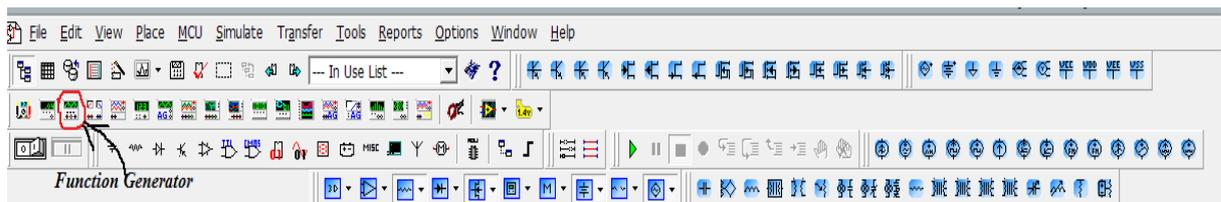
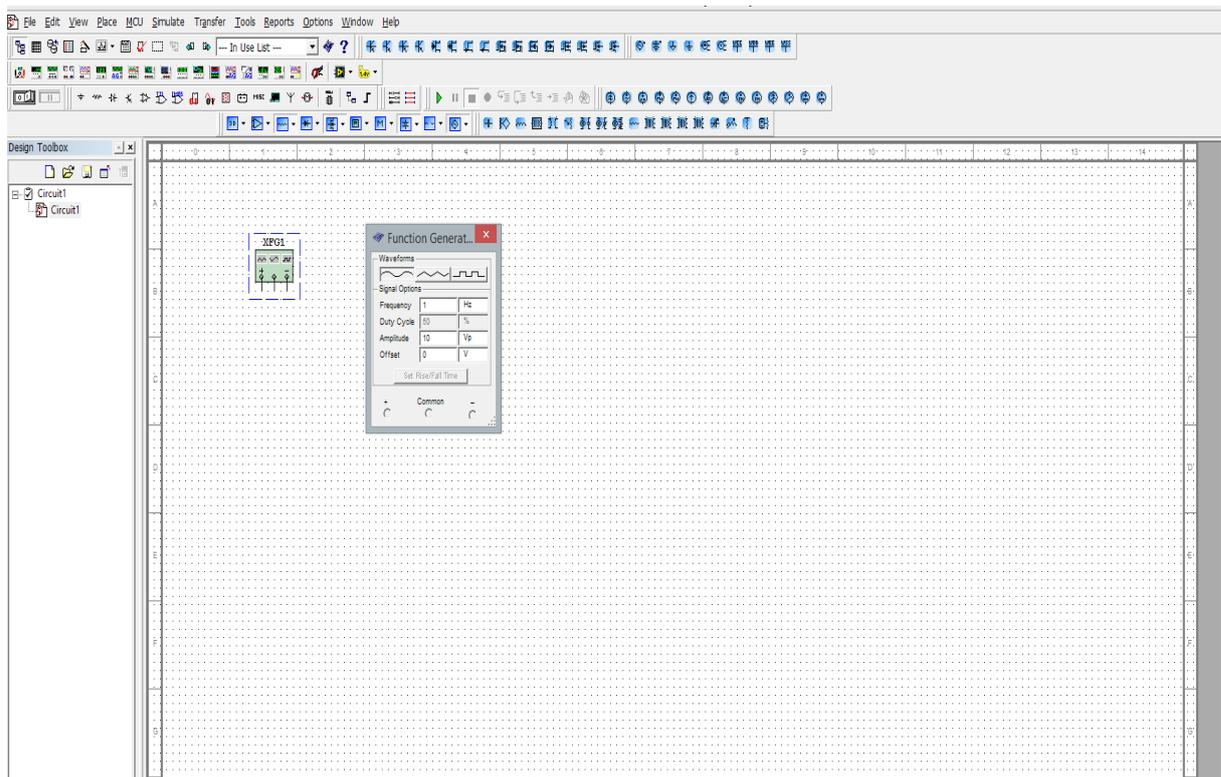

Рис. 22. Выбор генератора
Рис. 23. Внешний вид генератора в среде Multisim
Настройка параметров приборов. Перед запуском схемы проведите настройку параметров генератора, ОУ и пассивных элементов. Настройка генератора (рис. 22): левой кнопкой мыши щелкнуть на генератор, появляется окно, в котором установите частоту («Frequency») равной 1к Гц (1 kHz), амплитуду («Amplitude») – 1 мВ (рис. 23). Для настройки параметров ОУ выполняются аналогичные операции. Открывается окно, изображённое на рис. 24, установите необходимые значения параметров ОУ: *Unity-Gain Bandwidth (FU)* – частота единичного усиления *fed*, *Open Loop Gain* – коэффициент усиления ОУ.